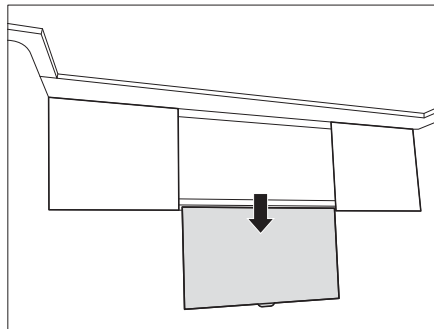

Figure 129 Écran plat en position inférieure
- Tirer sur l'écran plat vers le bas par la poignée (Fig. 129).